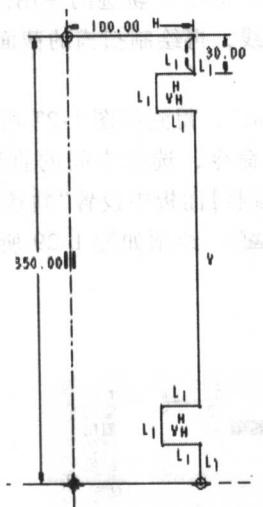

图 1-34
- (1) 新建名为“var_scan3.prt”的零件。
- (2) 选择【插入】|【旋转】|【伸出项】选项，以“FRONT”面为草绘面，绘制如图 1-34 所示的截面。